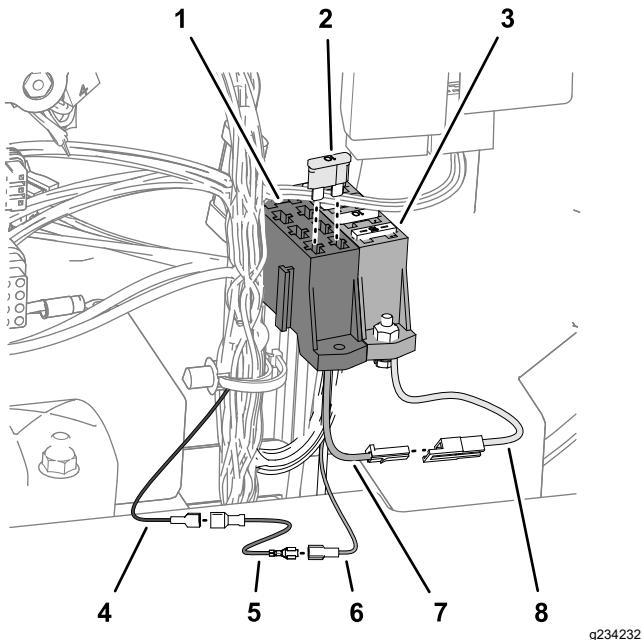

Figura 42
- Monte el bloque de fusibles del arnés de cables adicional (Pieza Nº 92-2641) en el bloque de fusibles de la máquina (Figura 42).
- Conecte el bloque de fusibles del arnés de cables (Pieza Nº 92-2641) al bloque de fusibles (Figura 42) de la máquina como se indica a continuación:
- Conecte el arnés de arranque eléctrico (Pieza Nº 107-0672) al cable de alimentación auxiliar del arnés del kit de Polar Trac (Figura 42) como se indica a continuación:
- Instale el fusible (10 A) en el zócalo del bloque de fusibles (Figura 42).
- Conecte el arnés de arranque eléctrico (Pieza Nº 107-0672) al bloque de fusibles del arnés (Pieza Nº 92-2641) Figura 42 como se indica a continuación: